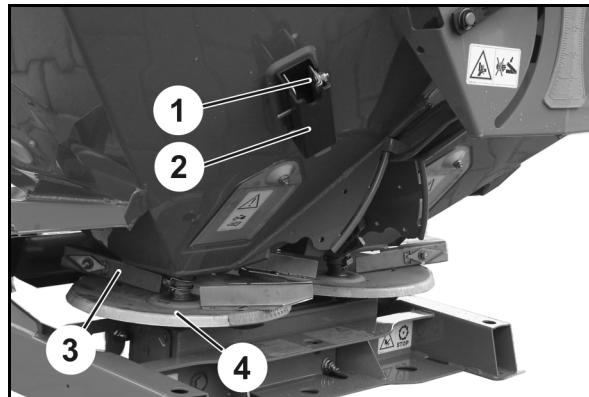

图. 78
1. 将边界撒肥片 (图. 78/1) 从支架 (图. 78/2) 中取出。
2. 拆除左侧撒肥盘 (图. 78/4) 的长撒肥叶片 (图. 78/3)。
- ⑤ Tele-Quick 边界撒肥片或长边界撒肥片不再使用时应固定在支架中。